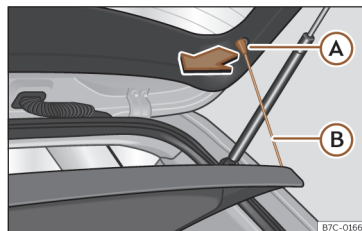

Fig. 181 Na bagageira: desmontar e montar a chapeleira.
- Desengate os tirantes de fixação >>> **Fig. 181** **B** dos alojamentos **A**.
- Engate os tirantes de fixação >>> **Fig. 181** **B** na porta da bagageira.